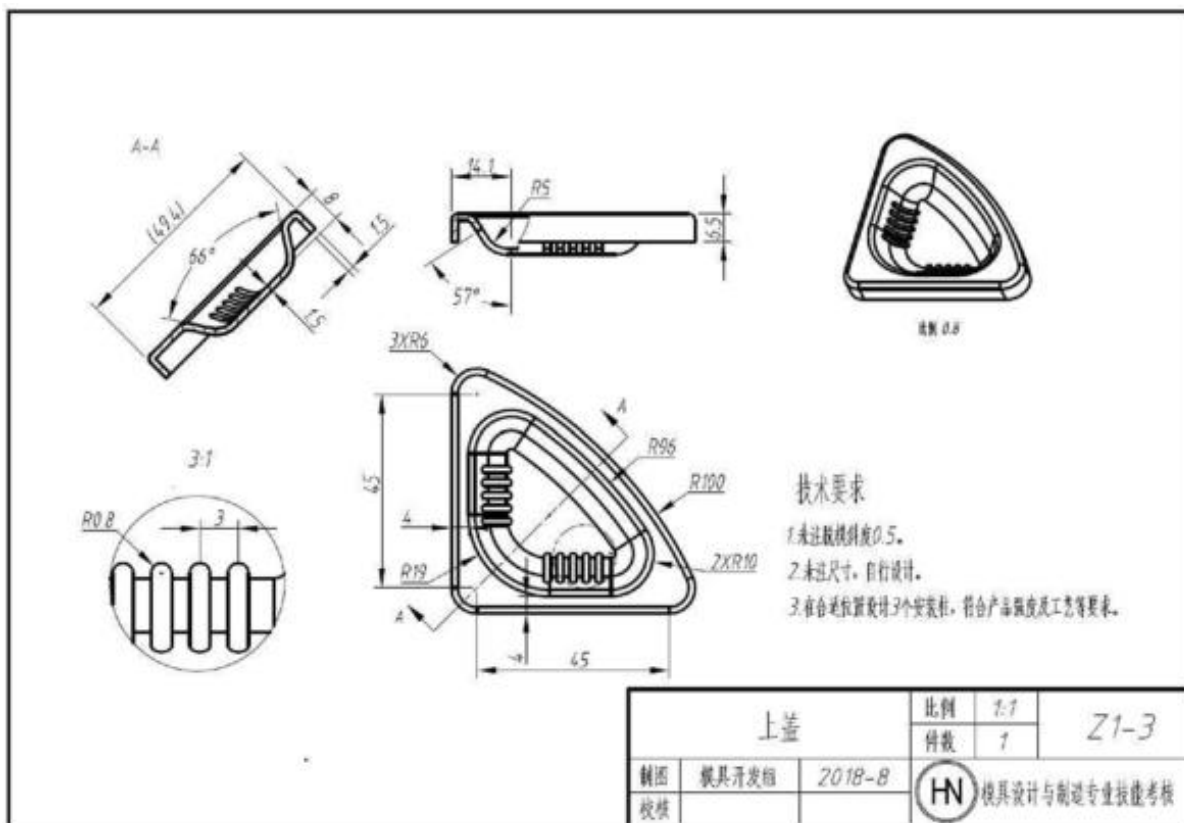

图 Z1-3 上盖-3
按照图 Z1-3 的要求，对上盖-3 进行产品造型、结构与 3D 打印。
- (1) 在 F 盘下建立考生文件夹，文件夹名称为“场次-工位号-3DDY”，产品设计与 3D 打印的结果文件均保存于此文件夹中，否则计零分；
- (2) 根据图 Z1-3，使用 CAD 软件完成产品的三维建模；
- (3) 进行产品改进设计：在合适位置设计 3 个安装柱（圆柱直径 $\Phi 6\text{mm}$ ，通孔直径 $\Phi 3\text{mm}$ ，到顶面高 3.5mm ），在合适部位设计凸起的“3D 打印”文字标志，并使产品符合强度及工艺性等要求。设计的产品模型以文件名“Z1-3”保存在考生文件夹中；
- (4) 将产品三维模型转换为 3D 打印机可识别的格式，保存在考生文件夹中；
- (5) 正确载入模型，调整到最佳位置；
- (6) 合理设置与调整打印参数，充分考虑材料的利用率；
- (7) 正确操作 3D 打印机，完成模型打印；
- (8) 对打印的零件进行后处理（含去支撑、粘接等），不能对产品零有损伤；
- (9) 产品材料：ABS。